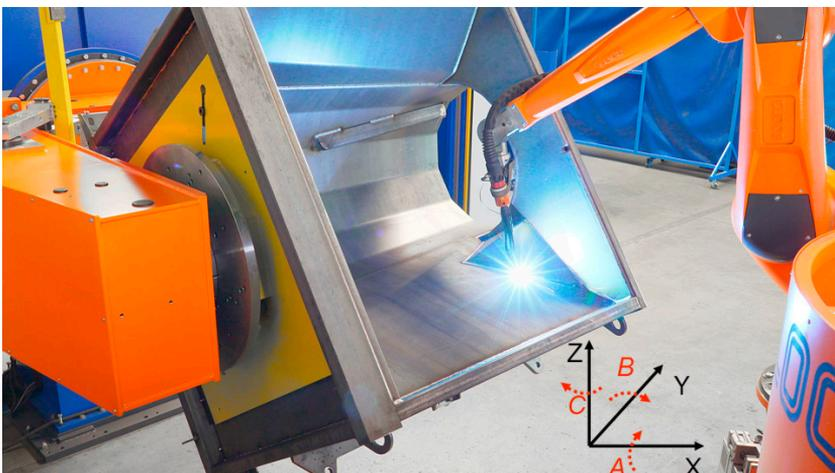

Bild 15 Schweißroboter mit gesteuerten Achsen (Foto: Cloos)
- b) Die Skizze der gesteuerten Achsen ist in Bild 15 eingezeichnet.